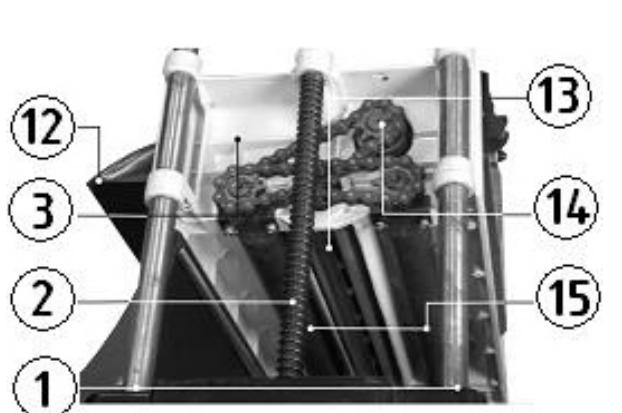

Рис.4
Рис. 4а
Строгальный вал (13) с закрепленными на нем строгальными ножами приводится во вращение коллекторным двигателем через ременную передачу, рис. 4а. Конструктивно узел привода объединен в один блок и включает понижающий редуктор с цепной передачей (14) для перемещения заготовок в рабочую зону.
9.4. Строгальный вал со строгальными ножами (13) (Рис. 4)
может привести к заклиниванию заготовки между роликами (15) подачи заготовки и элементами машины и, как следствие, к поломке звездочек и обрыву цепей привода (17) роликов (15) подачи заготовки, Рис. 4. Всегда защищайте лицо соответствующим защитным щитком или очками.